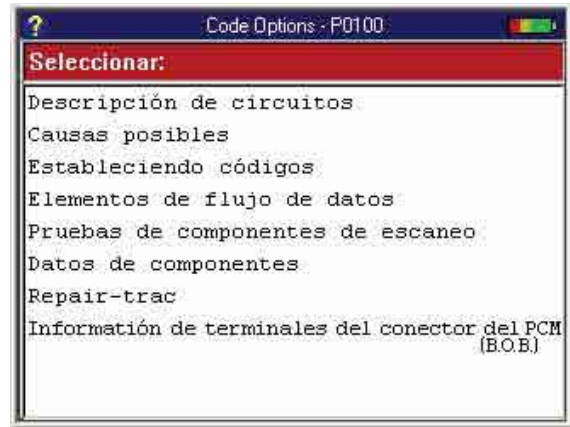

Figura 4.4: Pantalla Opciones del Código (Code Options)
- 3 Si la barra de estado indica la información relacionada está disponible, presione la tecla **ENTER**. Esto muestre la pantalla las opciones del código (Figura 4.4).